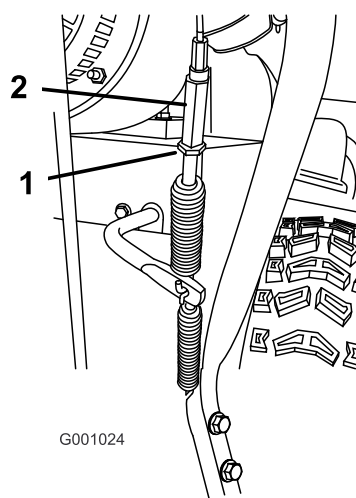

Рисунок 48
5. Ослабьте затяжку контргайки (Рисунок 48).
6. Ослабьте натяжение или подтяните винтовую стяжку для регулировки натяжения тросика (Рисунок 48).